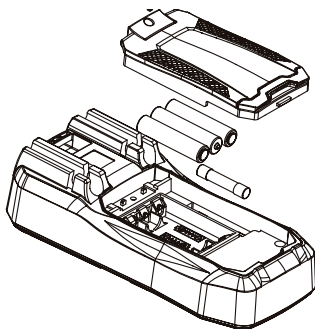

Рис. 9 Замена батарей и предохранителей
8. Замена батарей и предохранителей (см. рис. 9)